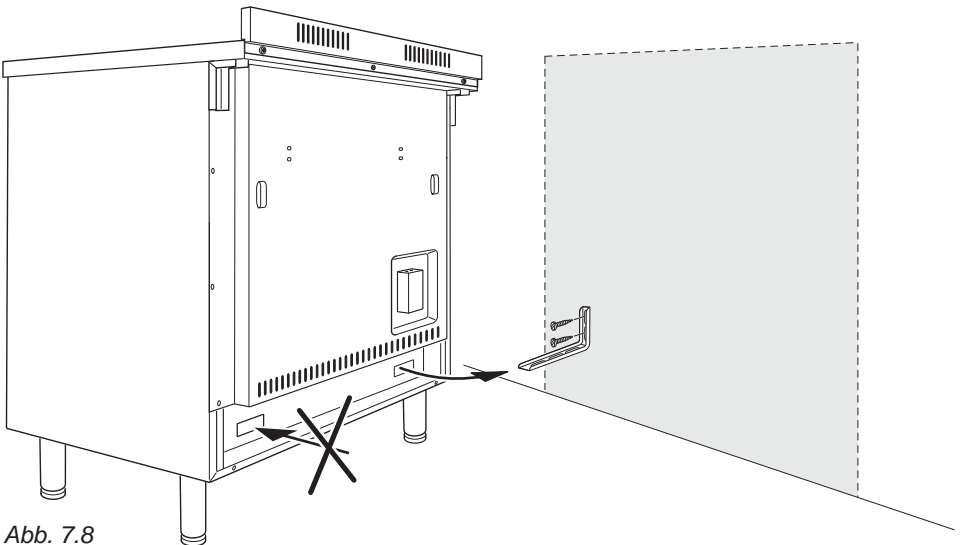

Abb. 7.8
1. Nachdem Sie sichergestellt haben, wo der Herd positioniert wird, markieren Sie an der Wand die Stellen, an denen die 2 Schrauben der Anti-Kipp-Halterung angebracht werden müssen. Bitte folgen Sie den Anweisungen der Abbildung 7.8.
4. Stellen Sie den Herd an die Wand und passen Sie die Höhe der Anti-Kipp-Halterung so an, dass sie an der Rückseite des Herds einrasten kann, siehe Abbildung 7.8.